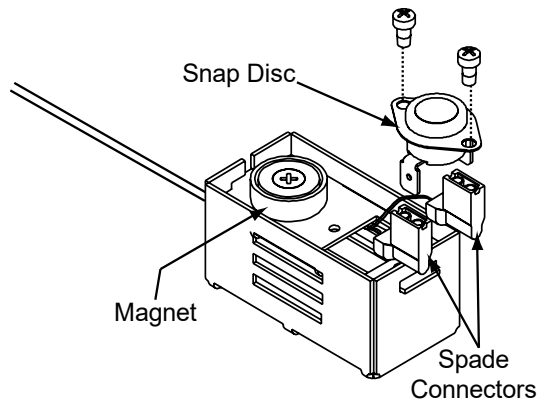

Figure 22.1
4. Tirez le disque d'arrêt et les connexions à cosses rectangulaires vers le haut pour les sortir du support comme illustré à la **Figure 22.1**.